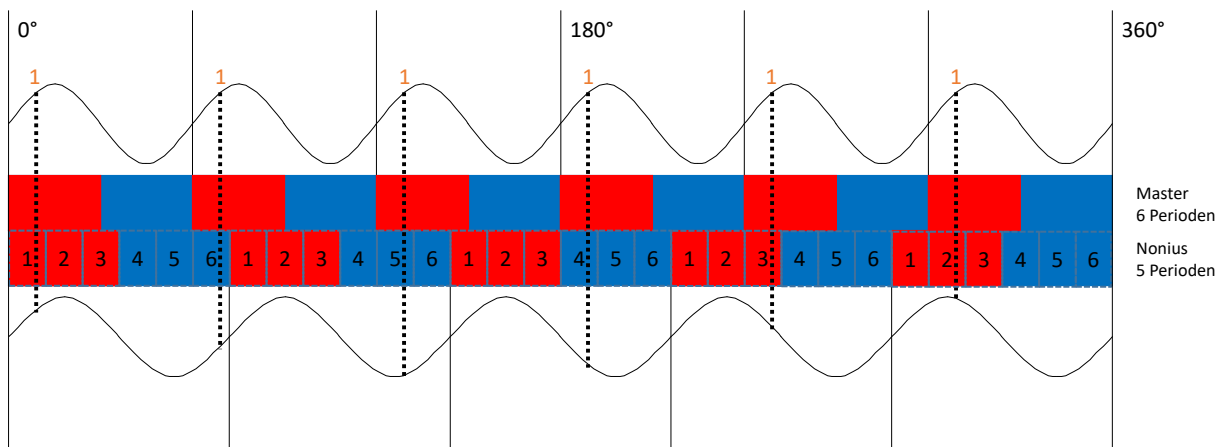

Abbildung 2: Absolutes Messprinzip am Nonius
Um das Absolutmessprinzip anhand des Noniusprinzipes zu erläutern, soll die Abbildung 2 helfen. Dort ist ein Beispiel eines Noniusmusters mit sechs Perioden, also sechs Polpaaren, auf der Masterspur und fünf Perioden auf der Noniusspur dargestellt. Die markierten Messpunkte (1) sollen hier als Beispielposition dienen. Diese Position ist in der Periode eindeutig und absolut. Jedoch auf das gesamte Muster betrachtet tritt diese Position sechs Mal auf. Um eine eindeutige Positionszuordnung auf dem gesamten Muster zu realisieren, wird die Noniusspur ergänzt. Um eine eindeutige und absolute Position zu bestimmen, wird eine Periode der Noniusspur gedanklich in so viele Teile gegliedert, wie die Masterspur Perioden hat. In diesem Beispiel werden sechs Teilstücke definiert. Die Position der Masterspur wird jeweils mit einem anderen Segment der Noniusspur kombiniert. Somit ist in Kombination beider Spuren eine eindeutige und absolute Positionsbestimmung möglich.